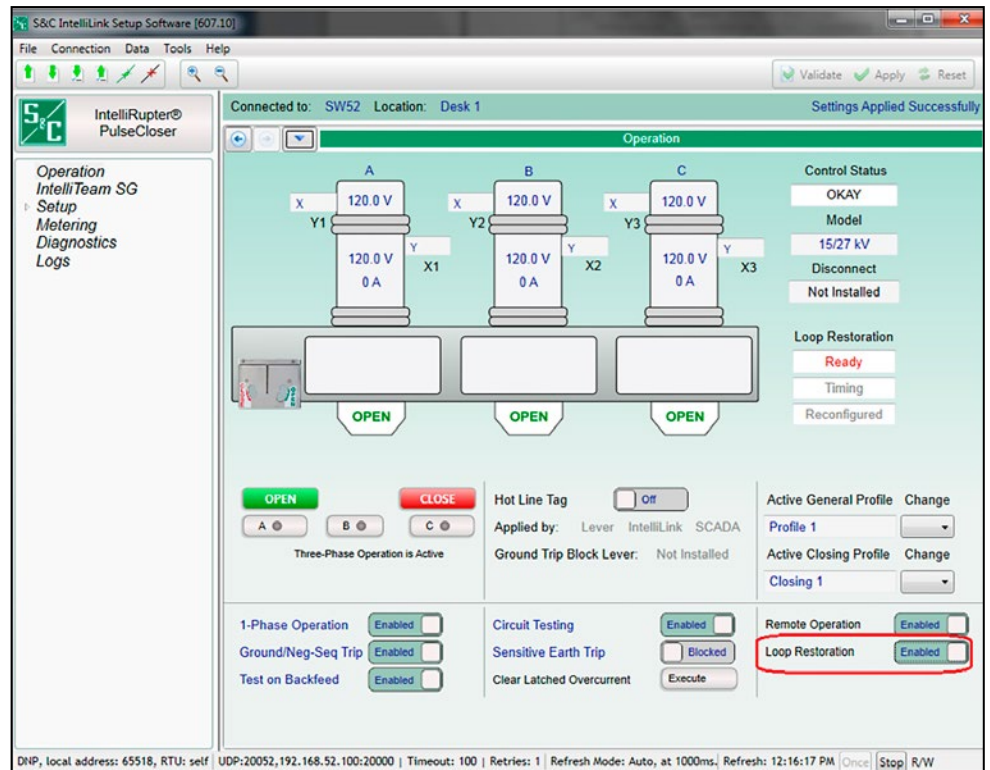

Figura 90. Un comando de la pantalla **Operation** puede habilitar o deshabilitar el modo **Loop Restoration**.
- El modo **Loop Restoration** puede ser habilitado o deshabilitado con un comando del software IntelliLink en la pantalla *Operation (Operación)*. Ver Figura 90 en la página Figura 90 on page 175.